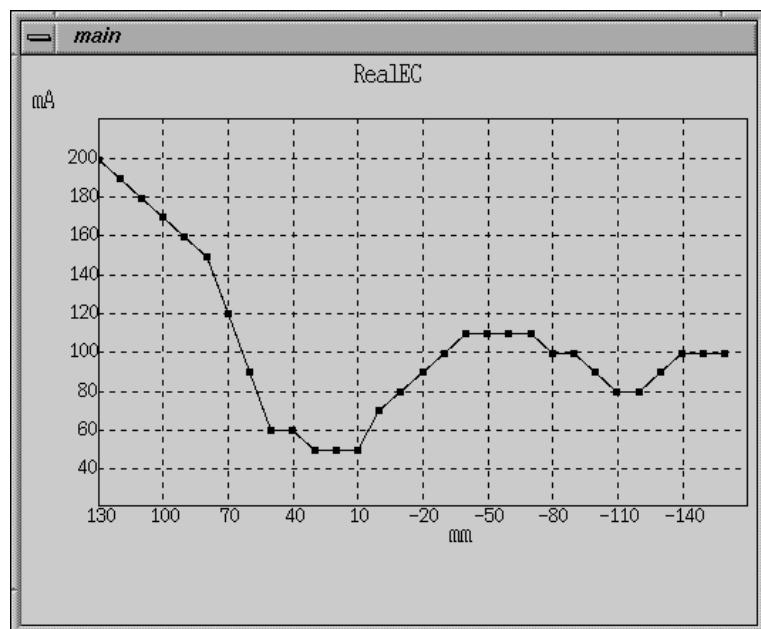

Figura 5.9-4
- (c) Selecione o modo desejado e clique [[Setting]]. A corrente apropriada do tubo é calculada automaticamente para toda rotação do gantry.. Os resultados de cálculo são exibidos como um gráfico. (Refira-se a figura 5.9-4.)